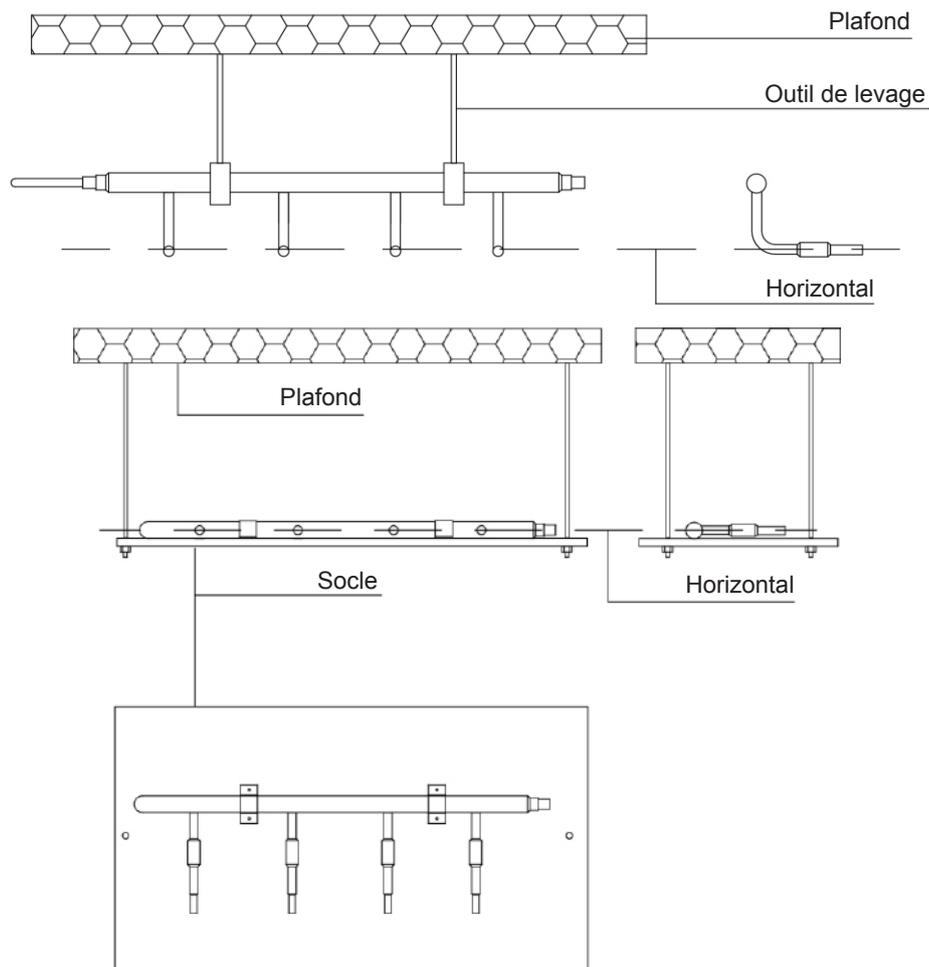

Fig. 4.3.7
- (4) Suspendez le collecteur au plafond, et assurez-vous de poser le collecteur en T de sorte que les tuyaux de sortie soient à l'horizontale du côté le plus bas. Voir Fig. 4.3.7.